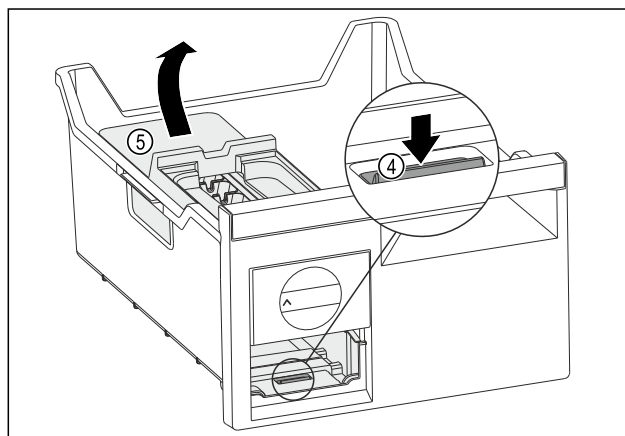

Fig. 120
- ▶ EasyTwist-Ice-corpus wegnemen: Strip Fig. 120 (4) met uw vinger omlaag drukken en gelijktijdig met de andere hand de EasyTwist-Ice-corpus Fig. 120 (5) van achteren optillen.